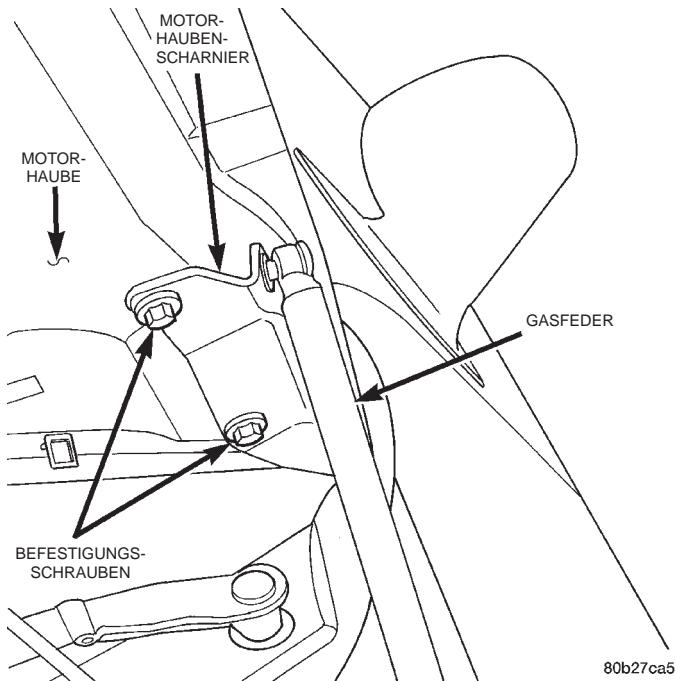

Abb. 64 Motorhaube
- (1) Motorhaube öffnen und bis zum Anschlag hochstellen.
- (2) Die Lage aller Befestigungsschrauben und Scharnierbefestigungen mit einem Fettstift oder einem anderen geeigneten Stift zur Erleichterung des späteren Einbaus markieren. Beim Einbau der Motorhaube alle Markierungen berücksichtigen und die Befestigungsschrauben festziehen. Die Motorhaube sollte einen 4 mm (0,160 Zoll) großen Spalt zu den vorderen Kotflügeln aufweisen und oben mit den Kotflügeln bündig abschließen.
(3) Die oberen Befestigungsschrauben lösen, mit denen die Motorhaube am Scharnier befestigt ist und die unteren Befestigungsschrauben lösen, bis sie von Hand entfernt werden können (Abb. 64).
(4) Einen Helfer an der gegenüberliegenden Fahrzeugseite die Motorhaube abstützen lassen. Die unteren Befestigungsschrauben lösen, mit denen die Motorhaube am Scharnier befestigt ist. Motorhaube vom Fahrzeug abnehmen.